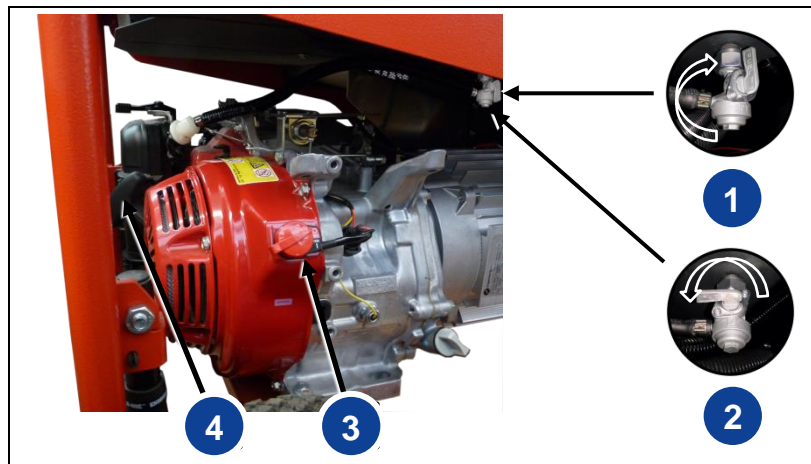

Abb. 4-2: Bedienelemente Handstart
1. Kraftstoffhahn im Uhrzeigersinn in die oberste Position drehen (Abb. 4-2-(1)), um ihn zu öffnen.
3. Motor-Schalter (Abb. 4-2-(3)) in die Position „ON I“ drehen.
4. Den Motor durch kräftiges Ziehen am Reversierstarter (Abb. 4-2-(4)) starten.
3. Motor-Schalter (*Abb. 4-2-(3)*) nach unten in Position „OFF“ drehen.
4. Kraftstoffhahn gegen den Uhrzeigersinn in die waagerechte Position drehen (*Abb. 4-2-(2)*), um ihn zu schließen.